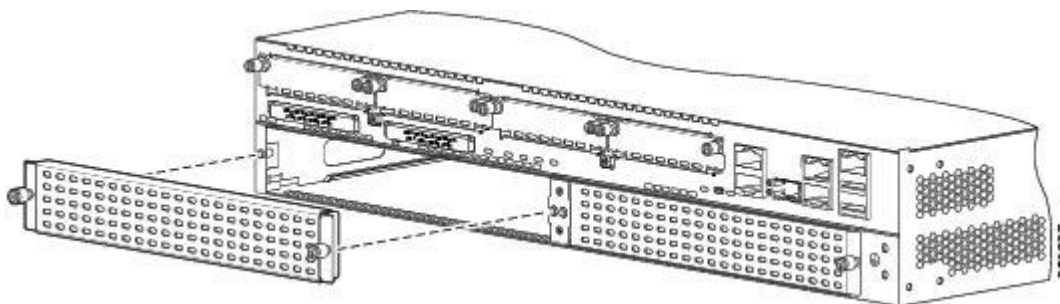

Рисунок 13
- Шаг 1:** Для заглушек с монтажными винтами – совместите винты на заглушке с отверстиями на корпусе маршрутизатора. Используя отвертку номер 1 Philips или небольшую отвертку с плоской поверхностью закрутите монтажные винты до тех пор, пока заглушка не окажется на одном уровне с корпусом маршрутизатора. Установите заглушку на слот. На Рисунок 13 показана заглушка с винтами, предназначенная для прикрытия слота размером single-wide.